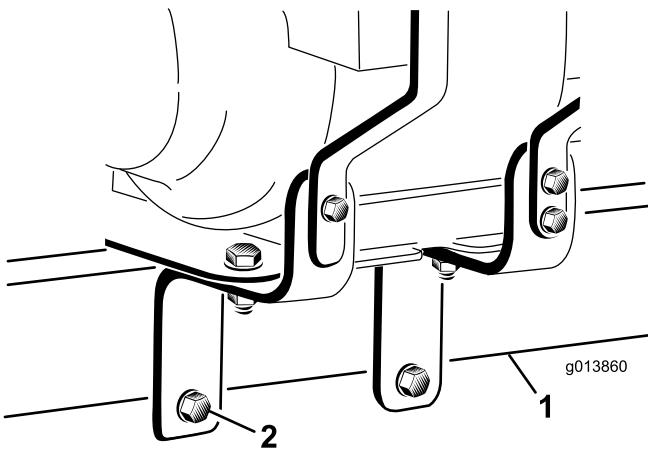

Bild 7
20. Stecken Sie die zwei Bolzen (1/2 x 5 Zoll) durch die Löcher in der Motorbefestigungshalterung; stellen Sie sicher, dass eine Flachscheibe an jeder Außenseite der Motorbefestigungshalterung befestigt ist, und dass die Bolzen an der Unterseite des ProPass-Anbauvorrichtungsrohrs herausstehen. Ziehen Sie die zwei Muttern (1/2 Zoll) mit der Hand an (Bild 7).